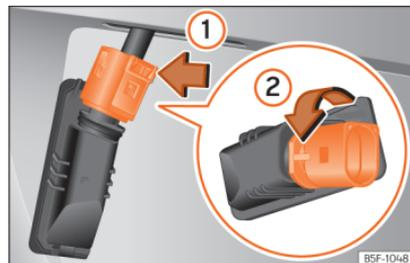

Abb. 64 Kennzeichenleuchte: Lampenhalter ausbauen.
- Auf die Verriegelung des Anschlusssteckers in Pfeilrichtung »» **Abb. 64 ①** drücken und den Anschlussstecker abziehen.
- Lampenhalter in Pfeilrichtung »» **Abb. 64 ②** drehen und mit der Glühlampe herausziehen.
- Lampenhalter in die Kennzeichenleuchte einsetzen und entgegen der Pfeilrichtung »» **Abb. 64 ②** bis zum Anschlag drehen.